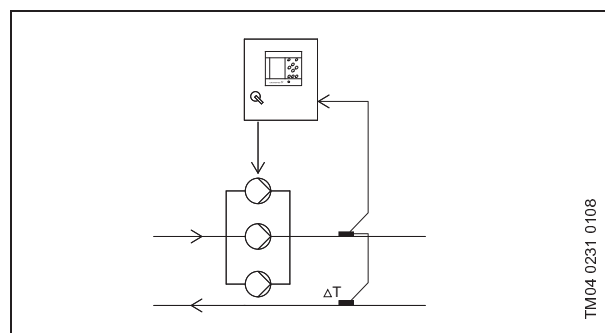

Fig. 14 Température différentielle
- Température différentielle avec un signal de capteur, voir fig. 14.